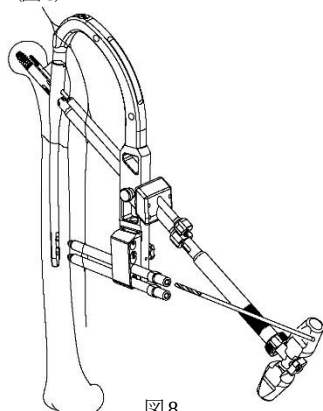

図8
- 6) ディスタルススクリュー用ドリルでの穴あけの際は、スタビライザーとしてラグスクリューT レンチを接続した状態で、遠位部ドリリングを行うことができます。(図8)